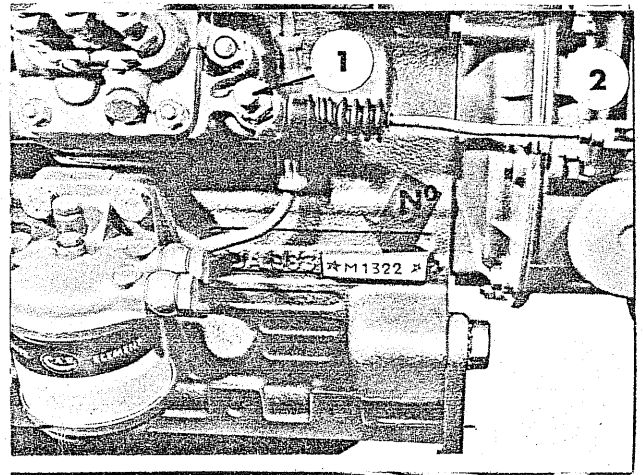
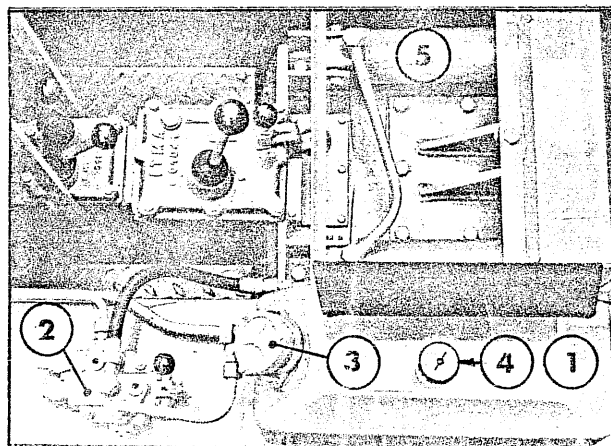

fig. 3
fig. 6
blocco (fig. 3).
-una pompa ad ingranaggi, accoppiata anteriormente al motore, (2 fig.3) aspirante l'olio dal serbatoio (1 fig.6) .
-un distributore idraulico (2 fig.6) a tre posizioni per il comando dei cilindri.
-due martinetti per il sollevamento dei bracci (5 fig.6), del tipo a semplice effetto.
-un filtro (3 fig.6) dell'olio allo scarico nel serbatoio.
- 1) Tirare il bottone supplemento gasolio (1 fig.3)
8.5 -SOLLEVATORE IDRAULICO (FIG. 6 e 11)
Controllare il livello dell'olio ogni 150 ore di lavoro con l'apposito tappo munito di asta livello (4 fig. 6) ed eventualmente aggiungere olio.
Ogni 30 ORE DI LAVORO smontare il filtro dell'olio (3 fig. 6), lavandolo con petrolio pulito e soffiandolo con aria compressa in modo da rimuovere sia le impurità, sia ogni traccia di petrolio di lavaggio.